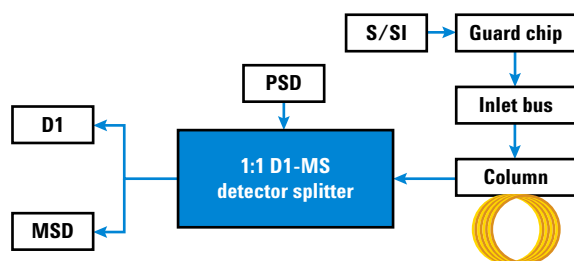

Figura 69 Diagramma del flusso dello split rivelatore D1-MS 1:1
Lo split rivelatore D1-MS 1:1 Intuvo viene utilizzato per dividere l'effluente dalla colonna analitica in due diversi rivelatori, dove un rivelatore viene azionato a pressione atmosferica mentre l'altro a pressione subatmosferica. Il rivelatore D1 può essere uno dei rivelatori atmosferici supportati. Il D2 è uno spettrometro di massa (MS). Vedere Figura 69.